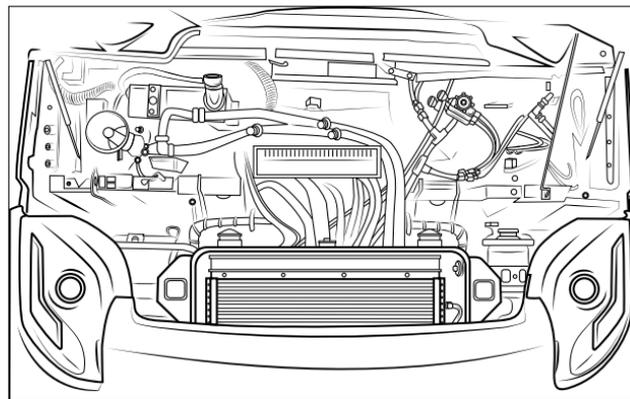

Figure 18 - Levier tubulaire sous le capot
3. Soulevez le capot avant (**voir page 15**) et retirez le levier tubulaire de la pompe manuelle sous le capot (**Figure 18**).